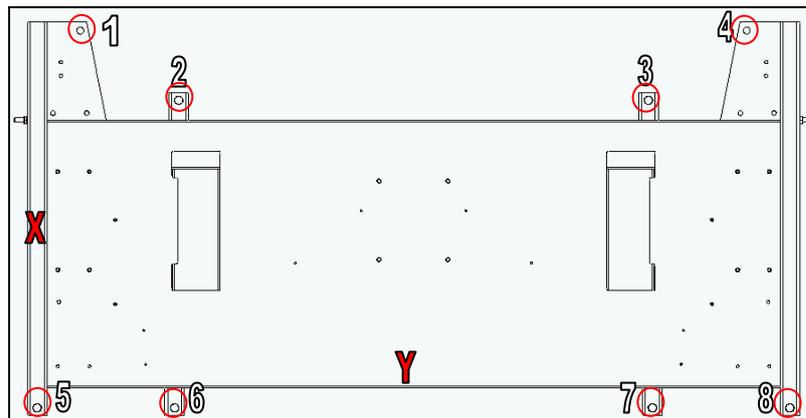

Fig.6.1
- Allentare il bullone di regolazione (Fig.6.0-2 ) del piedino e sollevare la macchina da terra (850 mm rispetto al piano della rulliera) agendo sui quattro piedini centrali, identificati nello schema di Fig.6.1 con i numeri (2-3-6-7).
Mediante una livella verificare che nei due punti della pedana (X) e (Y), indicati in Fig.6.1, la macchina sia in piano.
Portare infine i piedini in dotazione identificati nello schema di Fig.6.1 con i numeri (1-4-5-8) a terra in modo da supportare gli altri piedini precedentemente regolati.